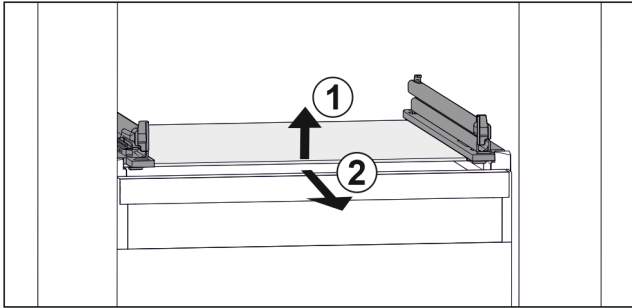

Fig. 108 Representación de la placa de vidrio a modo de ejemplo
- ▶ Levante la placa de vidrio por delante. Fig. 108 (1)
- ▶ Retire la placa de vidrio hacia delante. Fig. 108 (2)